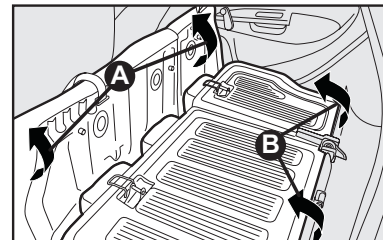

fig. 89
5) Incline hacia adelante el respaldo **A**-fig. 89, haciendo pasar lateralmente los cinturones, hasta apoyararlos sobre el asiento trasero.
Incline hacia adelante el asiento trasero completo, pasando los cinturones por los lados, de manera que se obtenga una superficie de carga única **B-fig. 89**.